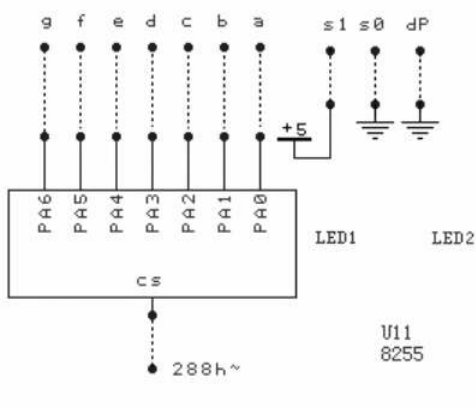

图2-11
1. 静态显示：按图2-11连接好电路，将8255的A口PA0~PA6分别与七段数码管的段码驱动输入端a~g 相连，位码驱动输入端S1接+5V（选中），S0、dp接地（关闭）。编程从键盘输入一位十进制数字（0~9），在七段数码管上显示出来。